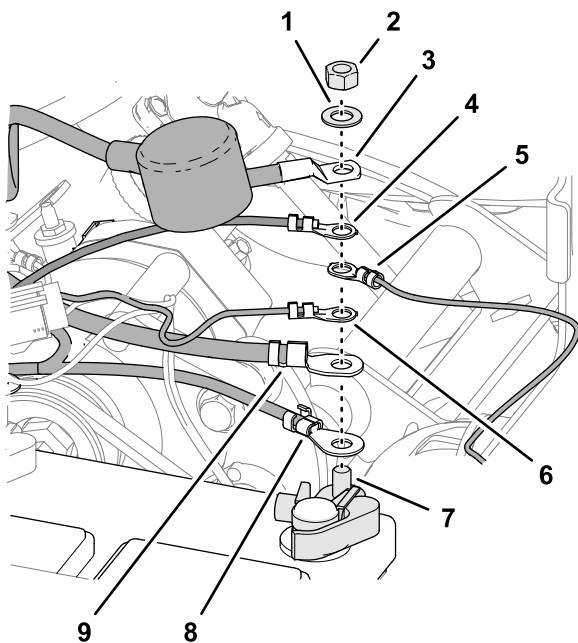

Figura 236
- Monte los siguientes cables y terminales en el espárrago roscado del borne positivo de la batería (Figura 236), en el orden siguiente:
- Coloque el capuchón aislante del cable positivo de la batería que va al motor de arranque sobre el espárrago roscado (Figura 236).